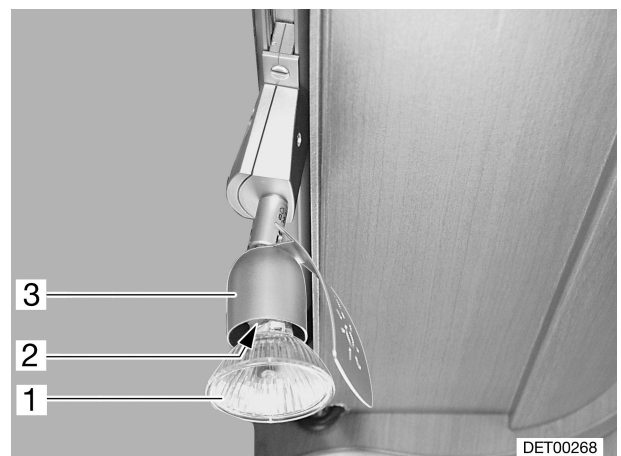

Bild 148 Spotleuchte (Variante 2)
- Halogenglühlampe (Bild 148,1) aus der Fassung (Bild 148,3) ziehen.
- Neue Halogenglühlampe zwischen die beiden Federzungen (Bild 148,2) in der Fassung drücken.